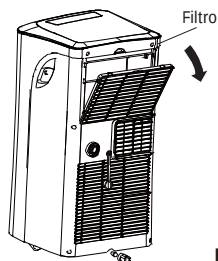

Fig. 26
- Esta unidad tiene filtros. Agarre la pestaña del panel superior y saque el filtro que se encuentra detrás de la rejilla en la parte posterior del panel (Fig.26).